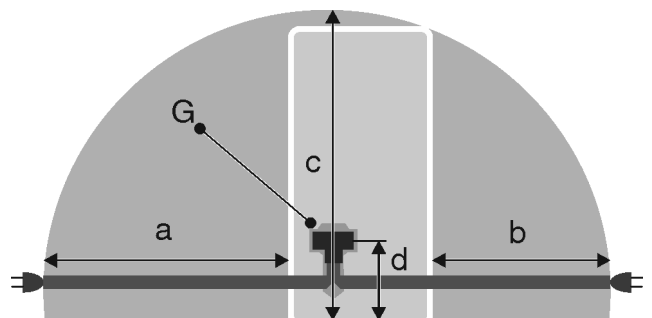

Fig. 23 Jääkaappi-pakastinyhdistelmät / pakastimet / täysikokoiset BioFresh-laitteet
- Pistorasia ei ole laitteen takana, vaan a- tai b-alueella Fig. 23 (a, b, c).
- ▶ Liitä pistoke Fig. 23 (G) laitteen takana olevaan liitinaukkoon. Varmista, että osat kiinnittyvät kunnolla paikalleen.